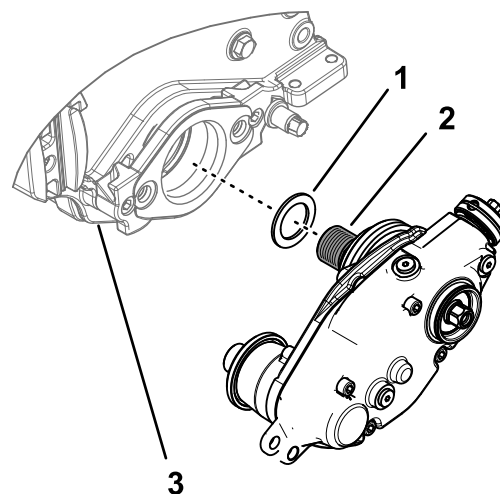

Figure 8
- Pour un boîtier d'entraînement de groomer monté du côté gauche d'une unité de coupe Greensmaster, insérez la rondelle de calage sur le filetage de l'adaptateur de cylindre (Figure 8).